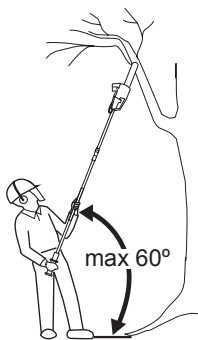

Fig. 34
5. Tenez toujours le produit à un angle ne dépassant pas 60 ° par rapport au niveau horizontal. Il n'est pas possible d'utiliser le produit en toute sécurité autrement (Fig. 34).